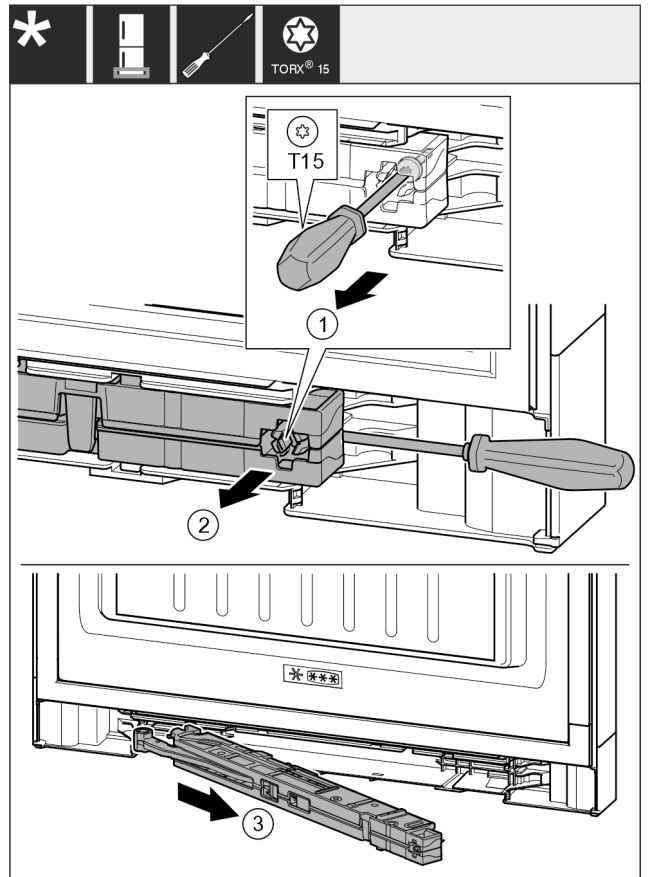

Fig. 21
- ▶ 用螺丝刀将关门阻尼单元上的螺钉 Fig. 21 (1)松开 14 mm。
- ▶ 用螺丝刀在手柄侧向前推动关门阻尼单元 Fig. 21 (2)。
- ▶ 拉出关门阻尼单元 Fig. 21 (3)。